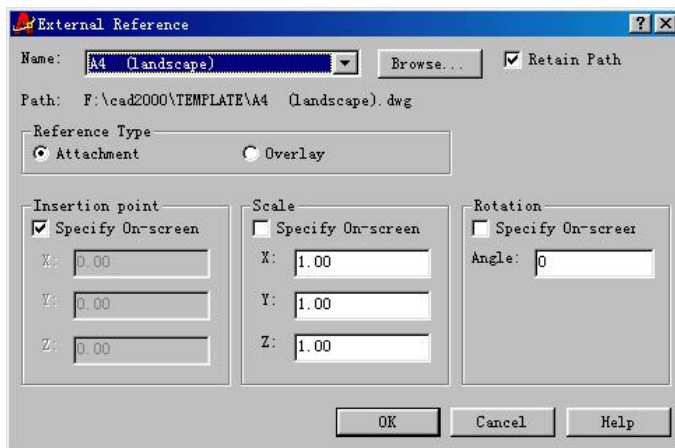

图 6-88 外部参考对话框
**步骤十：**点击 **Insert** 菜单→**External Reference** 项目，弹出外部参考文件选择框，选择 **AutoCAD 2000**→**Template**→**A4 (landscape).dwg** 文件（注意：此文件是预先制作的，并已经保存在 **AutoCAD 2000** 的模板文件夹中），点击打开按钮。弹出 **External Reference** 对话框如图 6-88 所示。